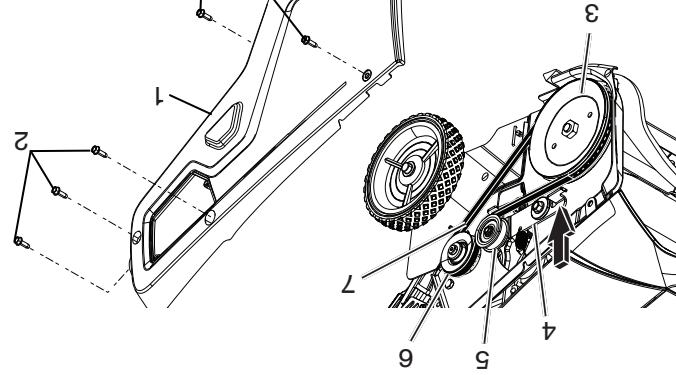

Figure 31
1. Retirer le couvercle du côté d'entraînement en déposant les six vis de la façon indiquée à la (Figure 31).
2. Appuyer sur la partie avant du bras de renvoi pour relâcher la tension de la courroie (Figure 31).
3. Retirer la courroie d'entraînement de la poulie d'entraînement (Figure 31).